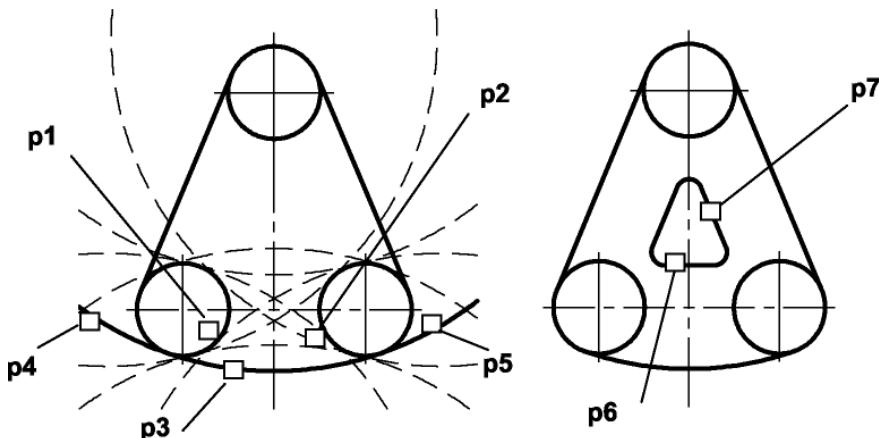

Рис. 2.2. Построение окружности касательной к двум окружностям и двум прямым
2. Указать графическим курсором произвольную точку (точка **p1**) на первой заданной окружности, с которой должна касаться искомая окружность (рис. 2.2а);
3. Указать графическим курсором произвольную точку (точка **p2**) на второй заданной окружности, с которой должна касаться та же искомая окружность (рис. 2.2а);
5. Выбрать курсором на графической зоне нужную касательную окружность (указать точку **p3**) и щелкнуть по кнопке - Создать объект панели специального управления (рис. 2.2а);
- 3) указать курсором на графической зоне прямые, между которыми строится сопряжение (на рис. 2.2 б это точки p6 и p7);